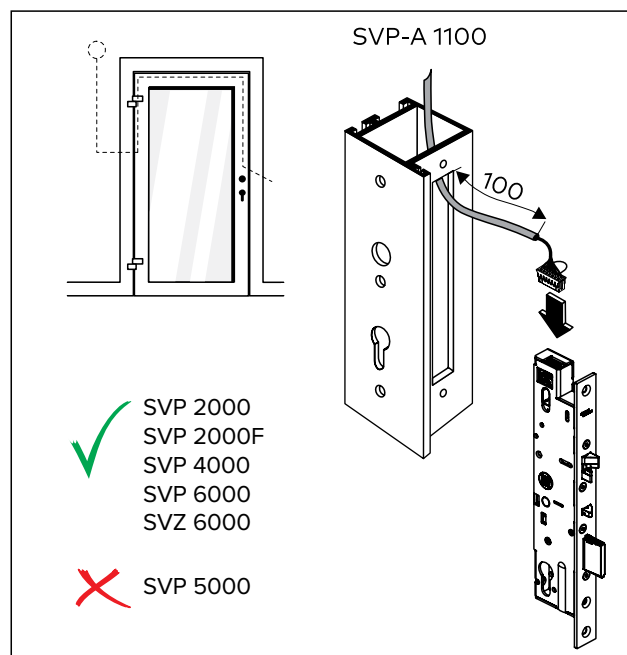

Рис. 15 Подключите кабель
1. Подключите кабель (рис. 15)